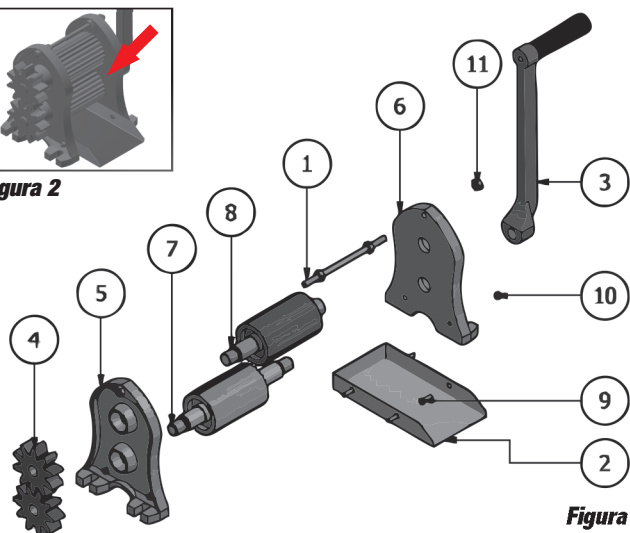

Figura 1
-Proceda com a montagem do cabo(3) do engenho conforme seqüência da figura 1.